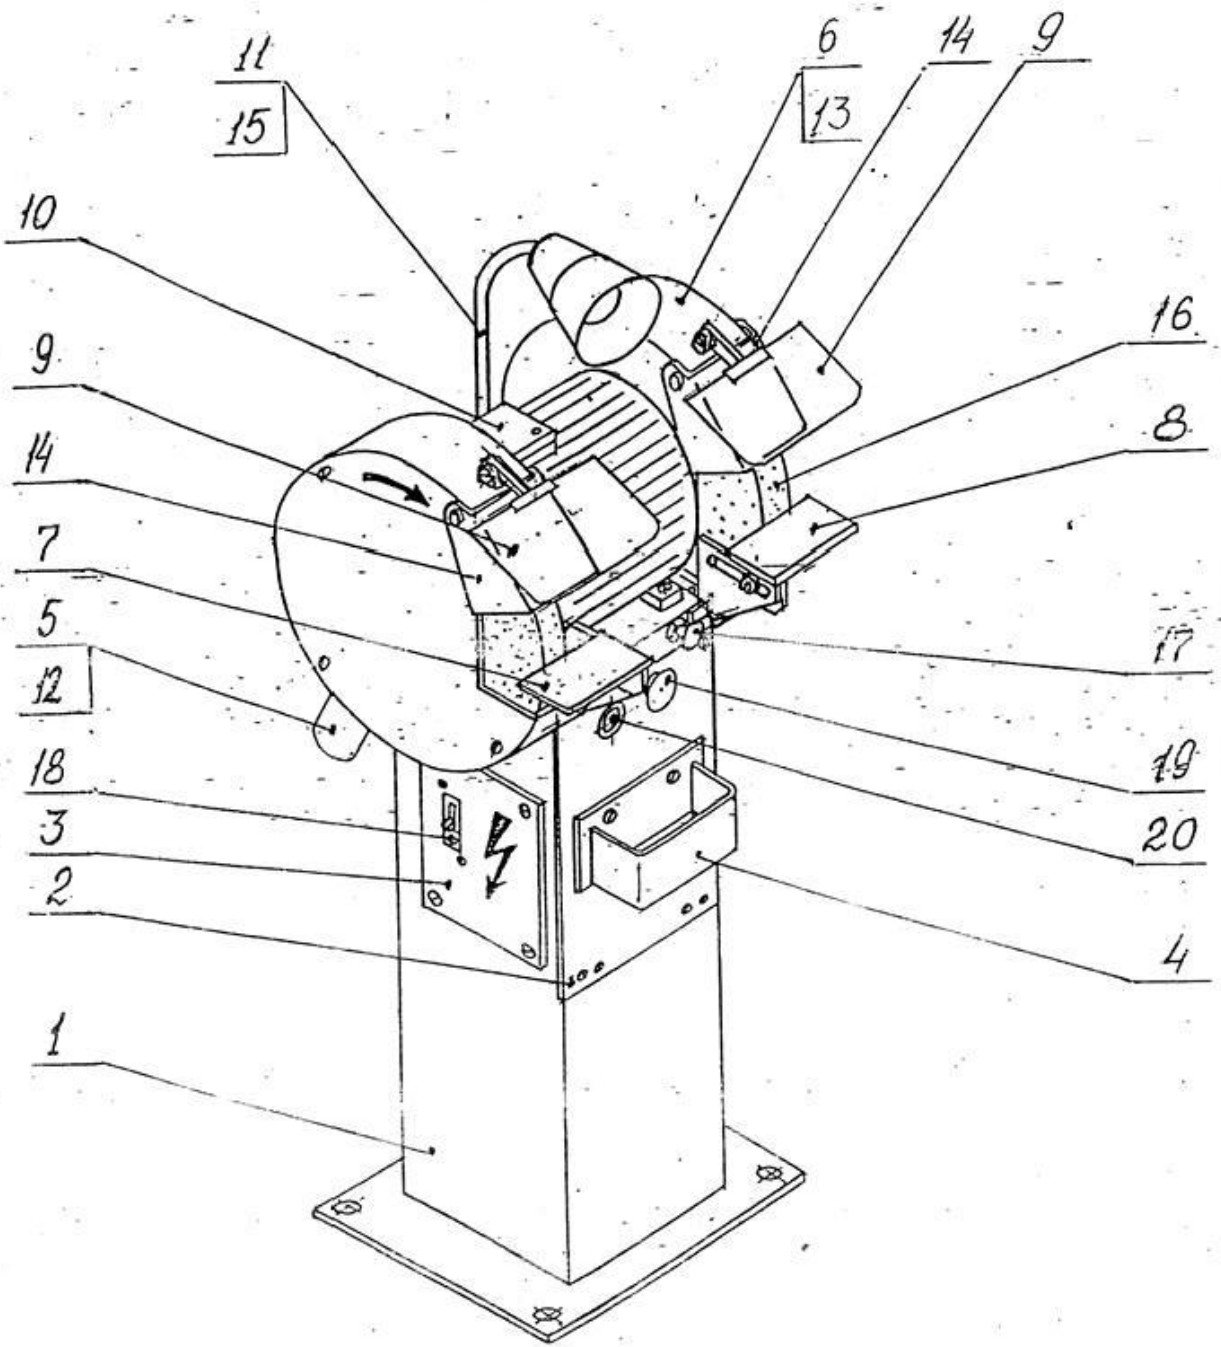

Рис. 3
4.1 Изображение станка с позиционным обозначением составных частей и основных деталей согласно табл.2 приведено на рис.3
### 4.1.1 Общая компоновка станка (рис.3).